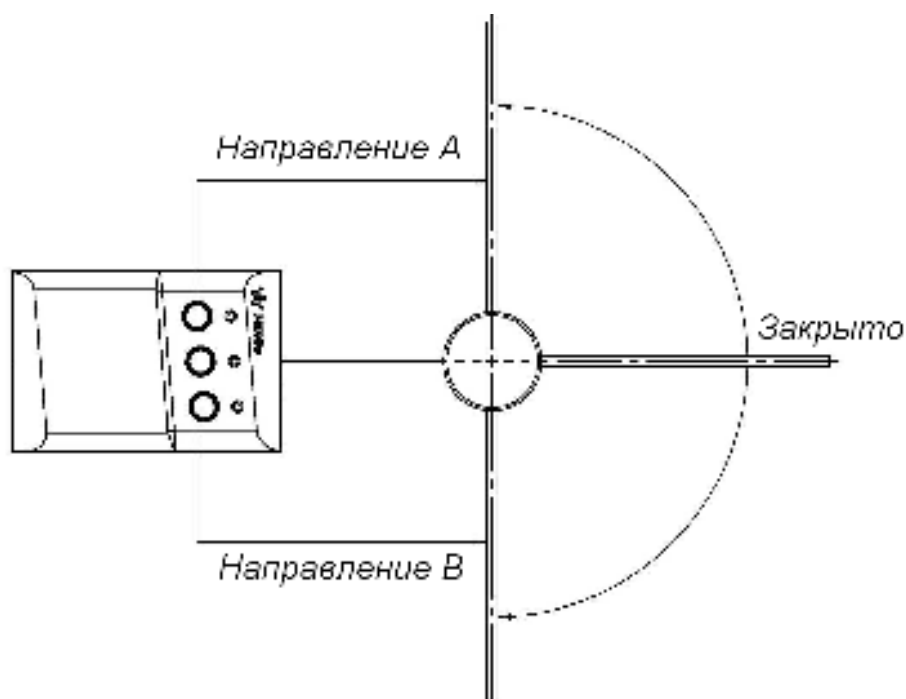

Рисунок 5. Стандартная ориентация ПДУ относительно направления раскрытия створки калитки
- **FireAlarmDir** – разъем предназначен для выбора направления открытия калитки при подаче сигнала аварийной разблокировки *Fire Alarm*. При установленной переключатель створка открывается в направлении А (см. рис. 5), при снятой в направлении В. При поставке переключатель установлена.
Стандартная ориентация ПДУ относительно направления раскрытия створки калитки показана на рис. 5. При необходимости ориентация ПДУ может быть изменена, для этого в схему подключения ПДУ, указанную на рис. 11, необходимо внести изменения в подключении проводов кабеля ПДУ к контактам клеммной колодки **XT2** в соответствии с табл. 2.